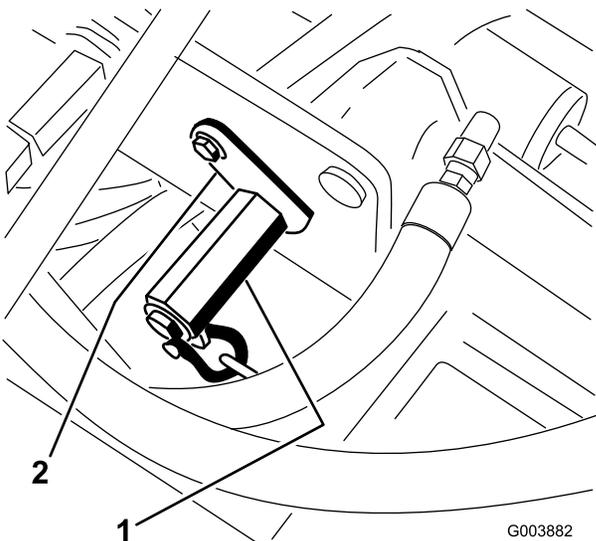

Figure 34
3. Placez une clé à fourche sur l'arbre hexagonal du support de ressort (Figure 34).
4. Retirez le boulon et le contre-écrou de fixation du support (Figure 34) tout en tournant l'arbre hexagonal de manière à soulager la tension du ressort.